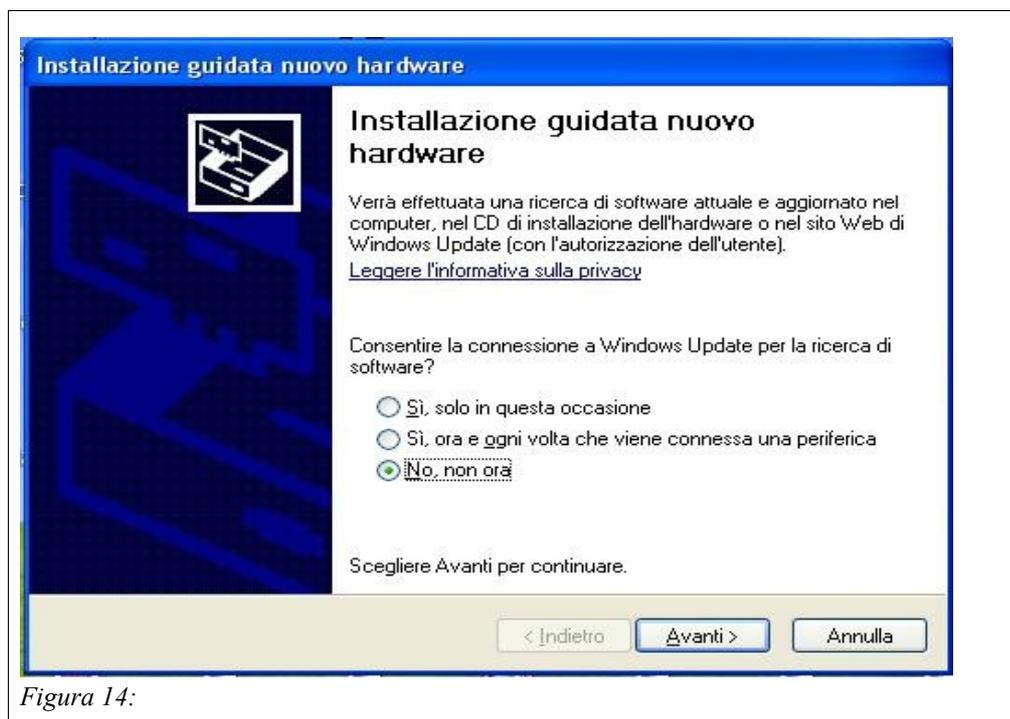

Figura 14:
9. alla richiesta d'installazione del driver da parte di *Windows*, appare sul monitor la finestra di figura 14.